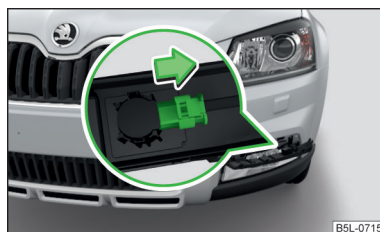

Fig. 199
- Quite cuidadosamente el conector situado en la rejilla protectora, en el sentido de la flecha » fig. 199.
- Enchufe cuidadosamente el conector de la rejilla protectora » fig. 199 de la página 256²⁾.